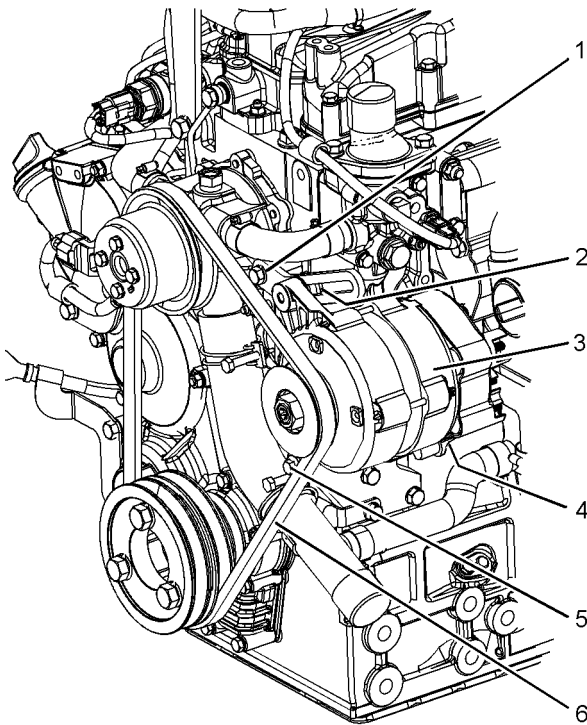

Ilustración 41
1. Coloque la correa del alternador (6) en el alternador (3), la polea de la bomba de agua y la polea del cigüeñal. Asegúrese de que la correa del alternador esté correctamente colocada en la polea del alternador, en la polea de la bomba de agua y en la polea del cigüeñal; consulte la ilustración 41 .
2. Deslice el alternador (3) alejándolo del motor para apretar la correa (6) a la tensión correcta. La tensión para una correa nueva es de 400 N to 489 N (90 lb to 110 lb).
3. Apriete los pernos (1) y (2) a un par de 25 N·m (221 lb in).
4. Apriete la tuerca (4) (no se muestra) y el perno (5) a un par de 25 N·m (221 lb in).